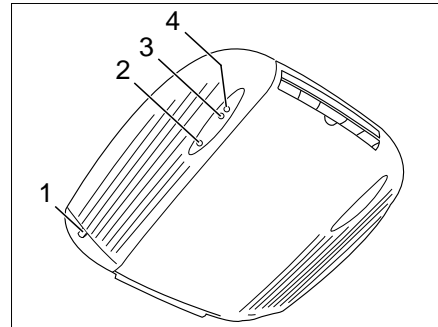
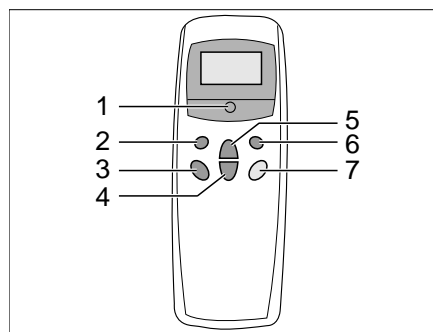

Bild 181 Innenansicht
Bild 182 Fernbedienung
Die Klimaanlage ist auf dem Dach des Fahrzeugs angebracht. Die Fernbedienung (Bild 182) für die Klimaanlage befindet sich im Küchenbereich.
- Fahrzeug an die 230-V-Versorgung anschließen. Die Klimaanlage ist betriebsbereit. Die rote LED (Bild 181,2) leuchtet.
- Am Schalter (Bild 182,5) die Fernbedienung einschalten.
- Die gewünschte Betriebsart mit der Taste (Bild 182,1) einstellen. Die grüne Kontroll-Leuchte (Bild 181,3) zeigt den Kühlbetrieb, die rote Kontroll-Leuchte (Bild 181,4) den Heizbetrieb an.
- Bei Bedarf mit den Tasten (Bild 182,3 und 4) die gewünschte Gebläseleistung und Raumtemperatur einstellen.
- Zum Ausschalten die Taste (Bild 182,5) auf der Fernbedienung erneut drücken.